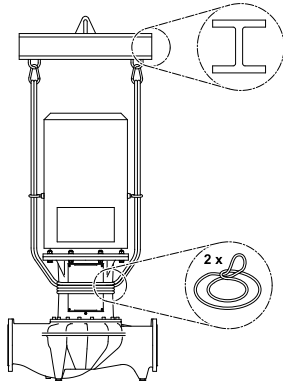

Рис. 28: Установка грузовых петель
- Для подъема краном насос следует обхватить подходящим ремнем, как показано на рисунке (рис. 28). Уложить насос в петли, которые затянутся под действием собственного веса насоса.